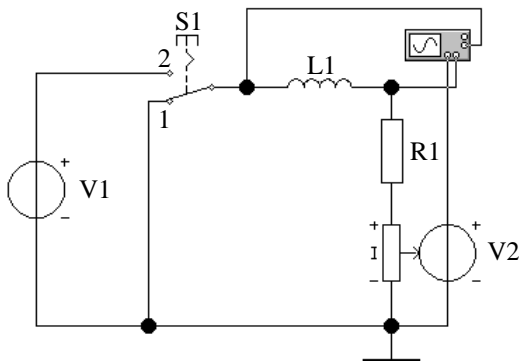

Рис. 5
3.8. Соберите схему для исследования переходных процессов в интегрирующей RL -цепи (рис. 5), для чего в схеме рис. 3 достаточно поменять местами сопротивление и индуктивность.